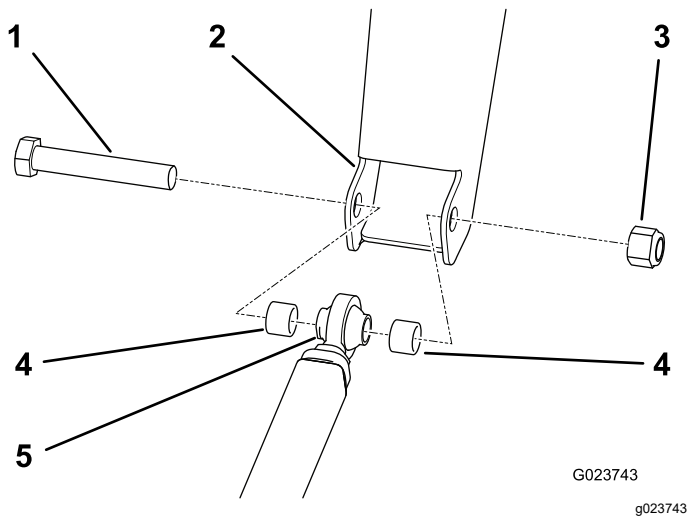

Figura 15
1. Alinhe a extremidade da barra de engate com o engate do chassis (Figura 15).